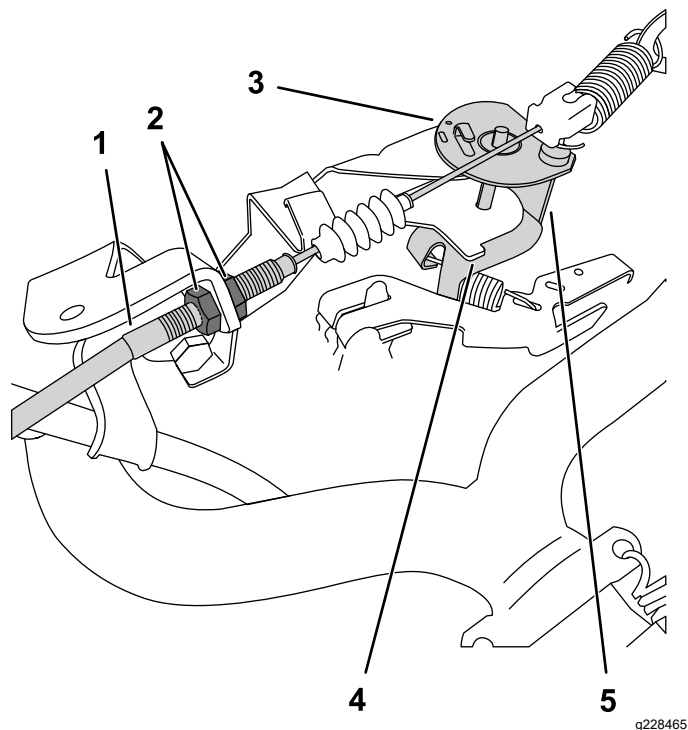

Рисунок 39
3. На тросе дроссельной заслонки ослабьте переднюю зажимную гайку и затяните заднюю зажимную гайку, чтобы увеличить малую частоту холостого хода (Рисунок 39).